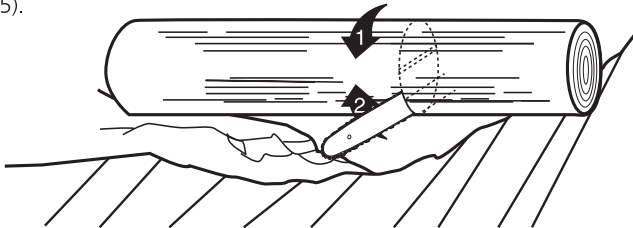

Abb. 25
5. Wenn der Baumstamm an beiden Enden aufliegt, sägen Sie zuerst $\frac{1}{3}$ des Stammdurchmessers von der Oberseite her, dann $\frac{2}{3}$ von der Unterseite auf Höhe des Oberschnitts (Abb. 25).